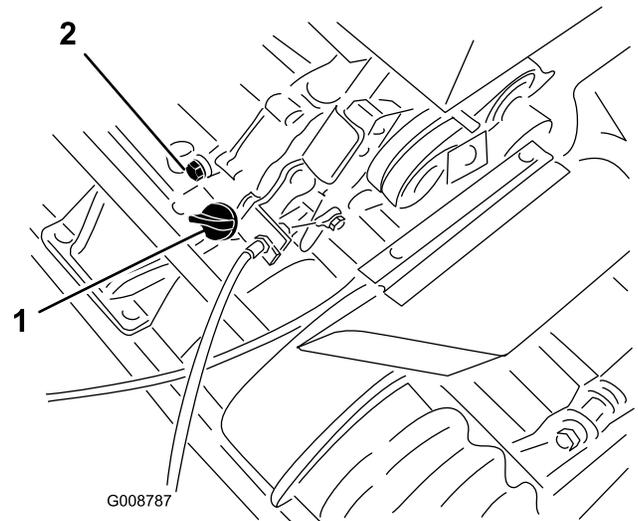

図 19
1. エンジンが水平になるように駐車し、オイル・ゲージの周囲をきれいに拭く (図 19)。
2. 機体下にあるドレン・プラグ (図 19) の下に廃油受けを置く。